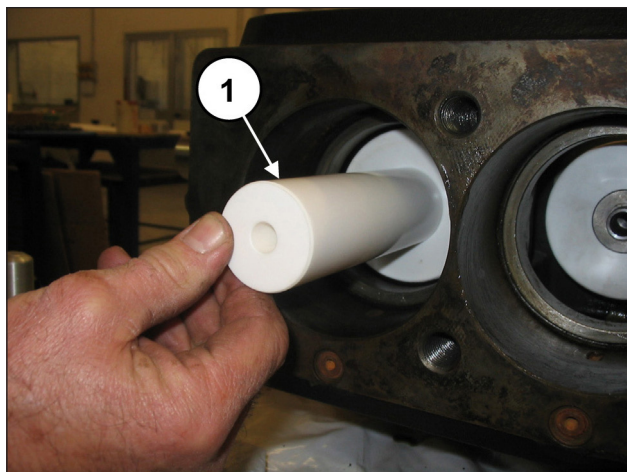
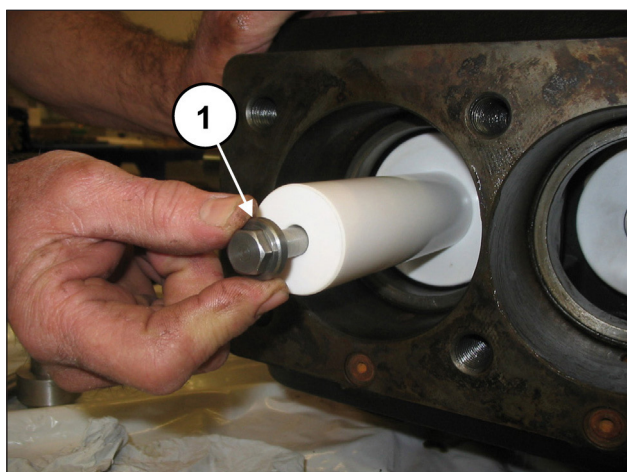

图 165
图 166
将活塞安装在相应的导承上（位置 ①，图 165）并固定在位置 ①，图 166。